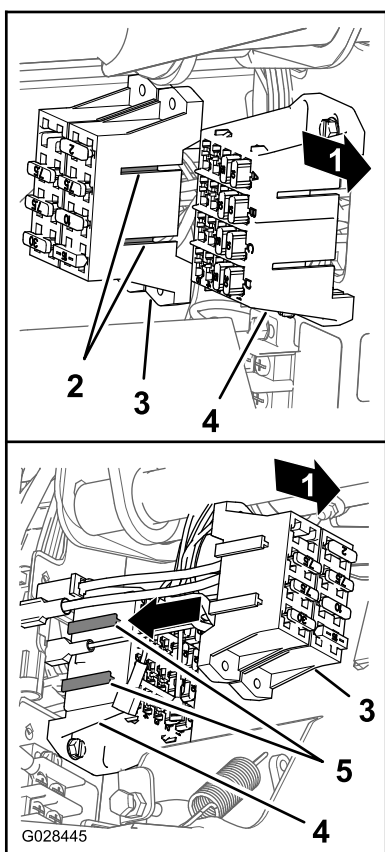

Figura 26
4. Aliniați fittingurile în T de pe blocul de sigurane al pulverizatorului la fantele în T ale blocului de sigurane al mainii i glisați blocul de sigurane al pulverizatorului în fante până când blocul de sigurane este complet aezat (Figura 26).